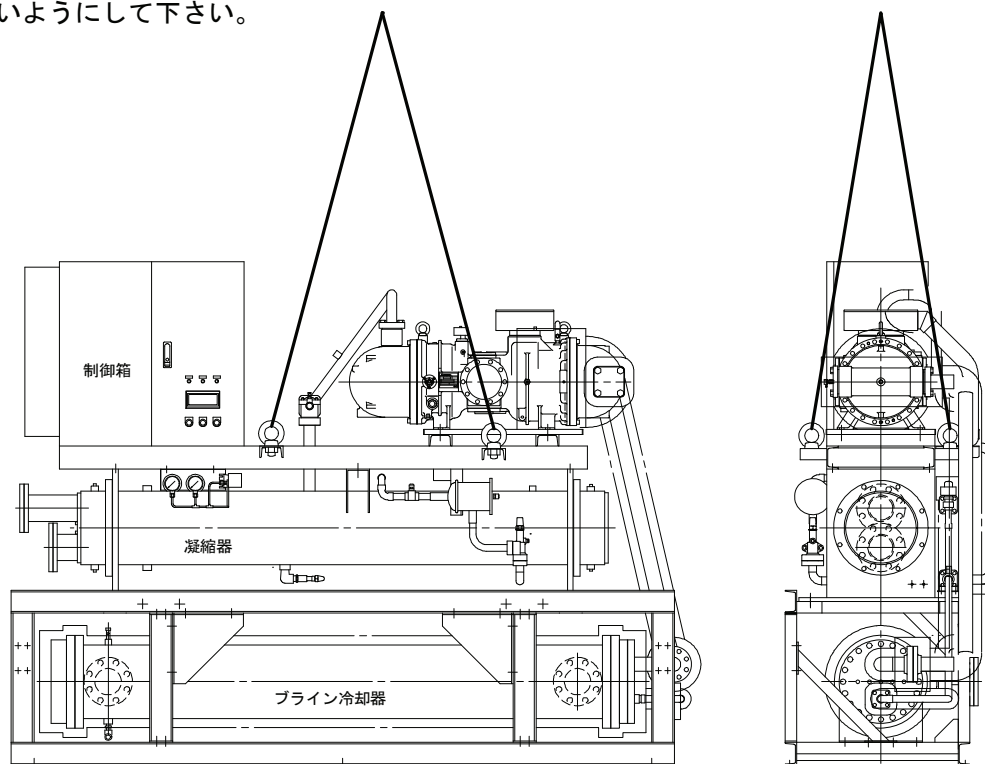

図2-1 ユニット吊上げ要領
- ① 吊上げはユニット枠の4本の吊具にフックを掛けて行って下さい。このとき制御箱、配管などを傷つけないようにし、もしロープが当たるときは適当な引棒を入れるようにして下さい。(図2-1)
- ② 吊上げ用のロープは製品質量に見合ったロープ強度にして下さい。製品質量は表2-1の通りです。(標準仕様の場合)